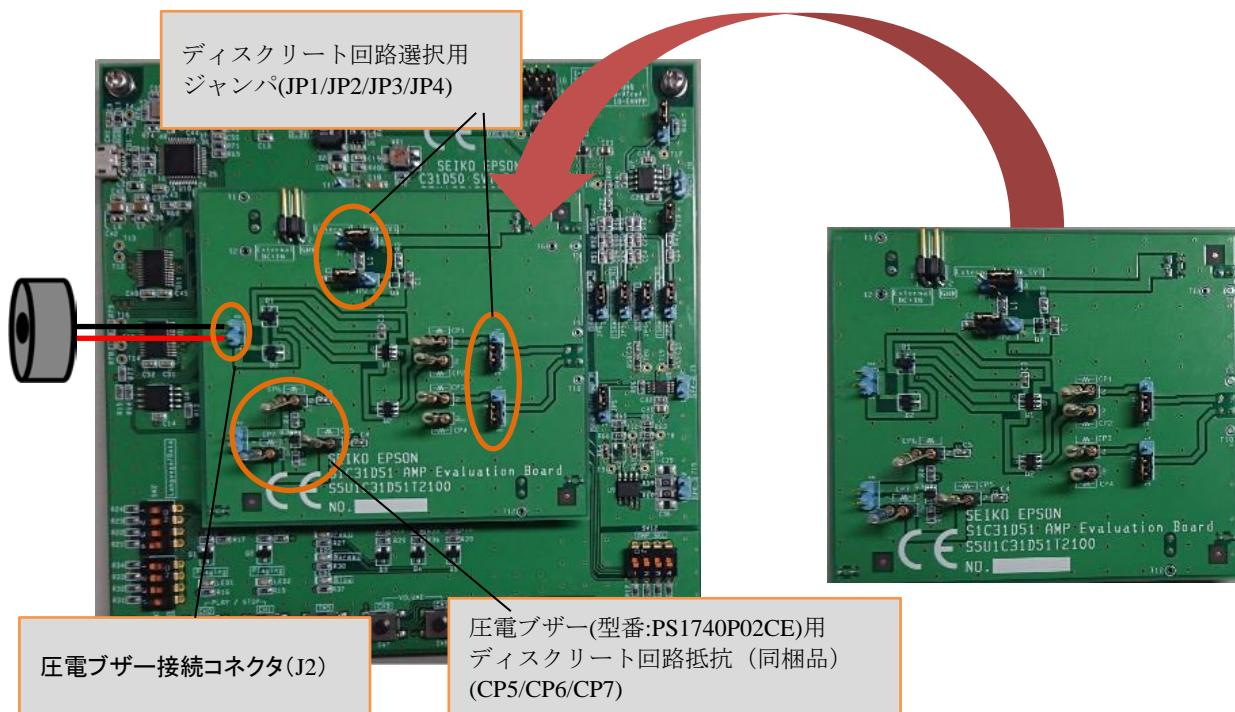

図 3.20.5 圧電ブザー使用時のブザーボード(S5U1C31D51T2)のジャンパ設定および抵抗値
- ブザーボード(S5U1C31D51T2)に同梱の圧電ブザー(TDK 製 PS1740P02CE)を、ブザー接続コネクタに接続します(図 3.20.5 参照)。